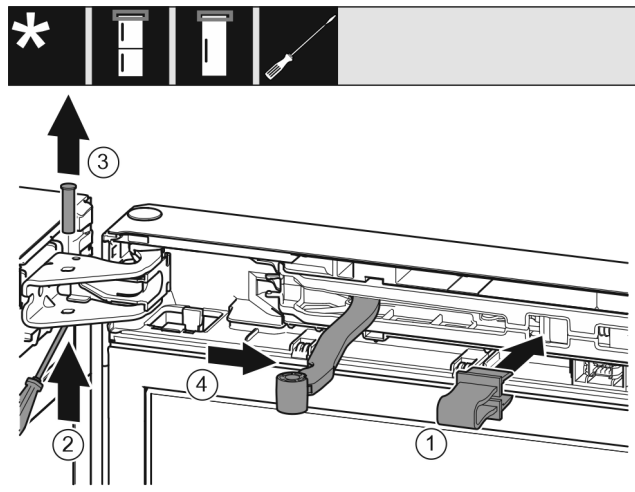

Fig. 10
- ▶ Pattintsa be a biztosítékot Fig. 10 (1) a nyílásba.
- ▶ Tolja ki a csapszeget Fig. 10 (2).
- ▶ Vegye ki felfelé a csapszeget Fig. 10 (3).
- ▶ Forgassa az ajtó irányába a csuklót Fig. 10 (4).